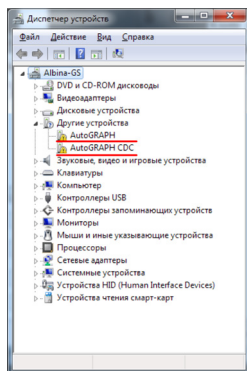

Рис.35. Новое устройство.
- Выполните установку драйвера вручную из указанного места . Укажите путь к папке с распакованными драйверами и выполните установку (Рис.35).